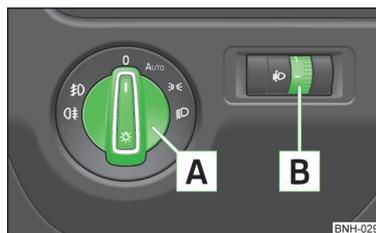

Fig. 36
Sui veicoli con guida a destra, la disposizione degli elementi di comando è in parte diversa da quella raffigurata in » fig. 36 a pagina 56. I simboli che contrassegnano le varie posizioni degli elementi di comando sono uguali.
Posizioni interruttore luci - rotazione dell'interruttore **A » fig. 36**
- ✓ L'interruttore luci si trova nella posizione **0** o **AUTO** » fig. 36 a pagina 56.